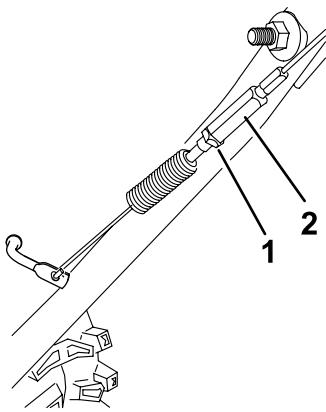

Figure 29
5. Desserrez l'écrou de blocage (Figure 29).
6. Desserrez ou serrez le tendeur de réglage de la tension du câble (Figure 29).